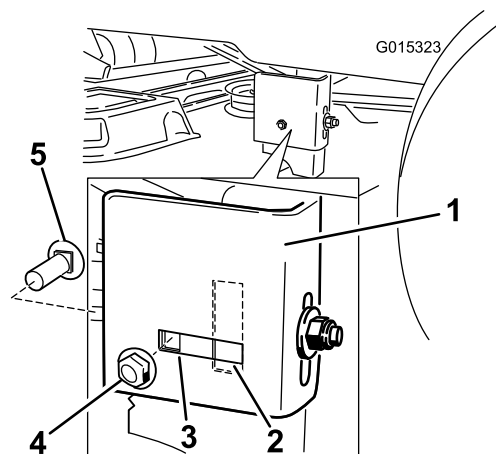

Figura 61
- Mueva al lado izquierdo de la máquina. Retire el perno de cuello cuadrado lateral y la tuerca de bloqueo de la posición fija, e instálelos en la posición ranurada trasera (Figura 61).